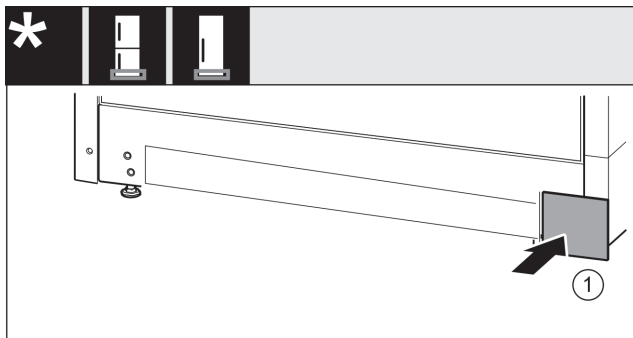

Fig. 17
- ▶ Τοποθετήστε ξανά το κάλυμμα Fig. 17 (1) στην άλλη πλευρά.